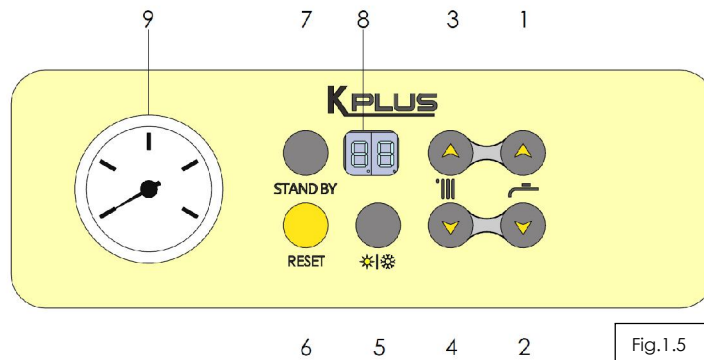

Fig.1.5
- Se setează centrala pentru funcționare în regim termoficare din tasta **5** fig. 1.5;
Prin apăsarea pe tasta (5) (fig.1.5) se poate schimba regimul de funcționare de pe iarnă pe vară și invers. Acest lucru este vizualizat pe afișajul (8) (fig.1.5). În regim de iarnă se afișează "IN", iar în regim de vară se afișează "SU".
Acest lucru se face cu ajutorul tastelor 3 și 4 (fig.1.5).
Acest lucru se realizează analog cu setarea temperaturii pe circuitul de termoficare, dar cu tastele 1 și 2 (fig.1.5).